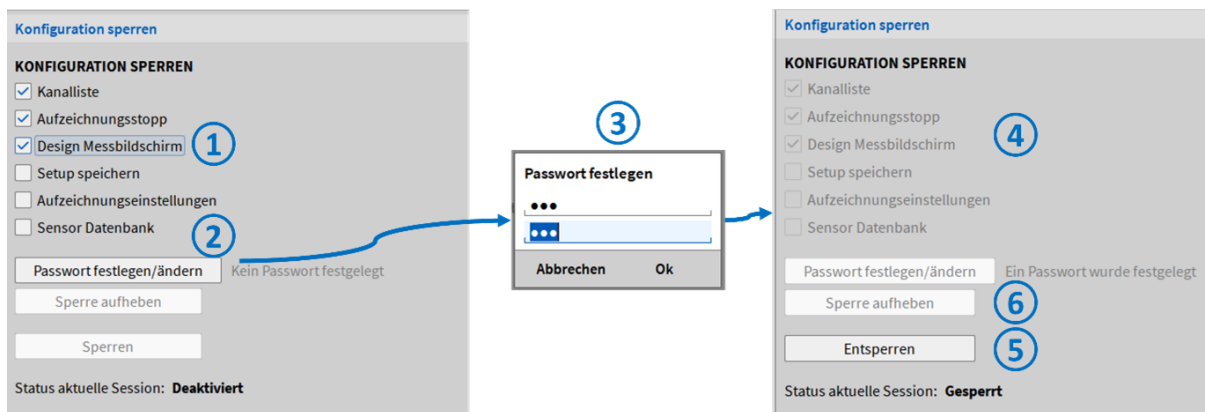

Abb. 5.45: Aktivierung des Setup-Schutzes
- Wähle die Einstellungen, die gesperrt werden sollen (siehe ① in Abb. 5.45).
- Drücke *Passwort festlegen/ändern* (siehe ② in Abb. 5.45).
- Vergib ein Passwort und bestätige es (siehe ③ in Abb. 5.45).
- Danach sind die gewählten Einstellungen gesperrt (siehe ④ in Abb. 5.45).
- Um die Sperre wieder aufzuheben, drücke den *Remove lock* Button und bestätige per Passwortheingabe (siehe ⑤ in Abb. 5.45).
- Um den gesamten Schutz permanent wieder aufzuheben, drücke im entsperrten Zustand den *Entsperren* Button (siehe ⑥ in Abb. 5.45).